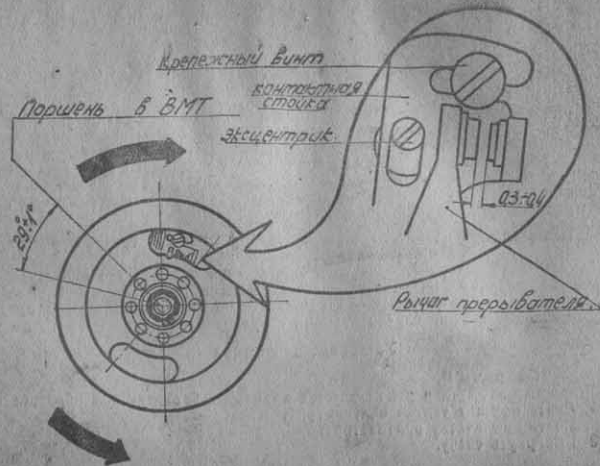

Рис. 24. СХЕМА УСТАНОВКИ ЗАЖИГАНИЯ
(См. рис. 24).
- в) Повернуть основание таким образом, чтобы получить нужное опережение зажигания. (См. рис. 24).